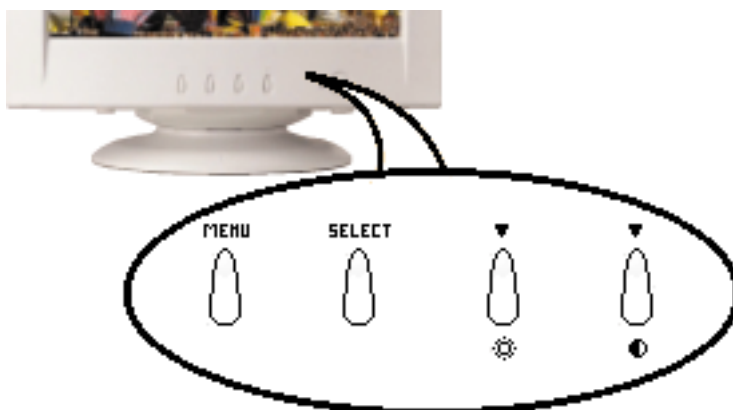
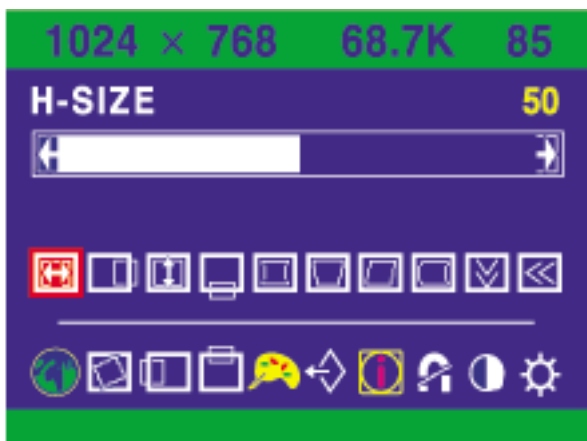

Abbildung 4: Bedienelemente
Abbildung 5: OSD-Menü
Klicken Sie auf die Schaltfläche 'Menü'. (Siehe Abbildung 4.) Abbildung 5 erscheint. Auf der oberen Zeile erscheinen die Auflösung, die horizontale Frequenz und die vertikale Frequenz (Bildwiederholrate), wie sie im Moment eingestellt sind.
**HINWEIS:** Im OSD-Menü können Sie die Auflösung und die Bildwiederholrate nicht ändern. Lesen Sie dazu Abbildung 5.